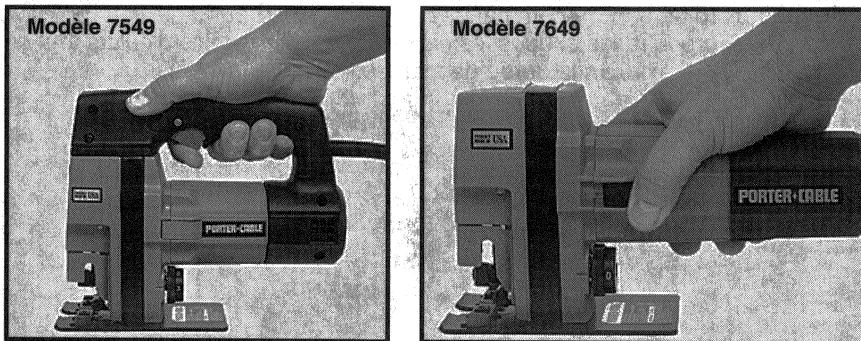

Fig. 10
**AVERTISSEMENT :** Lors de la coupe dans un mur, il faut éviter le contact de l'outil avec tout métal exposé pour éviter les chocs électriques résultant de la coupe accidentelle d'un fil électrique sous tension. IL FAUT TENIR LA SCIE COMME MONTRÉ SUR LA FIGURE 10.